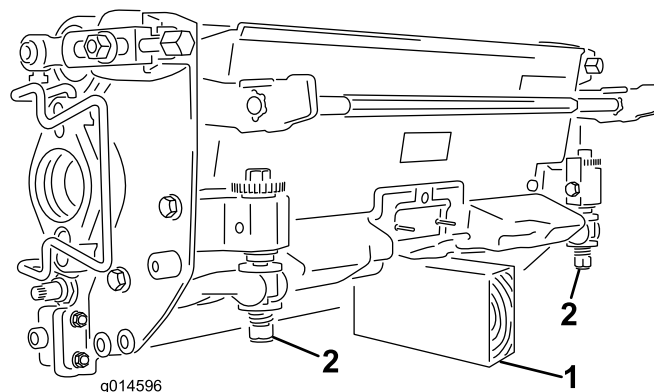

Figure 60
**Important:** Chaque fois que vous devez basculer l'unité de coupe, soutenez l'arrière pour que les écrous situés sur les vis de réglage de la barre d'appui ne reposent pas sur la surface de travail (Figure 60).